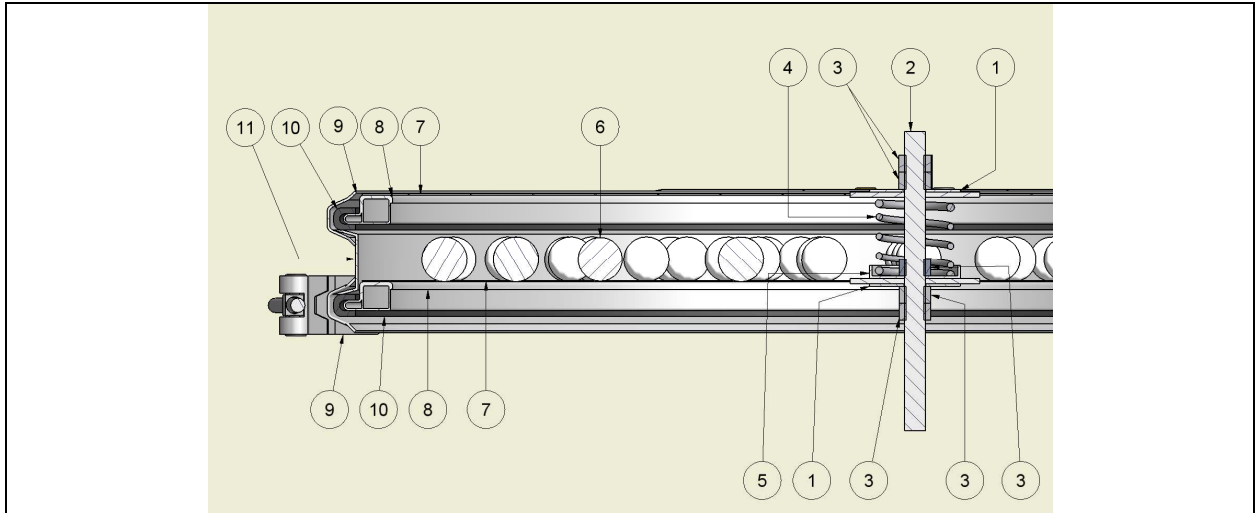
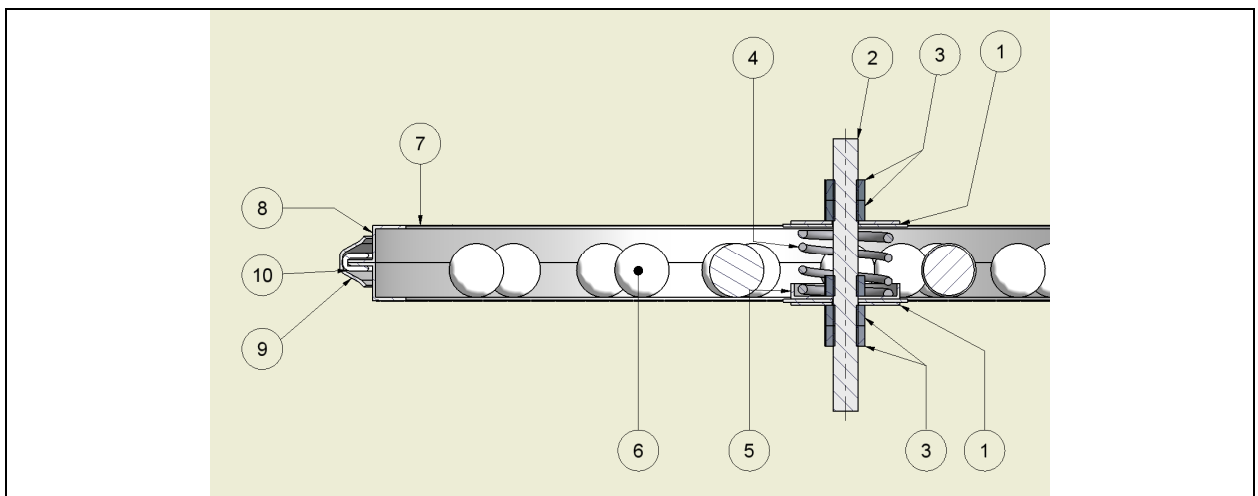

Fig.6 - Sezione accessorio PALLE con fascia distanziale 2''
Fig.7- Sezione accessorio PALLE senza fascia distanziale
I disegni in *Fig.6* e *Fig.7*, mostrano le sezioni delle due configurazioni possibili di montaggio: la prima con fascia distanziale da 2", la seconda senza.
- (1) Accessorio con fascia distanziale (Fig.6)
(2) Accessorio senza fascia distanziale (Fig.7)